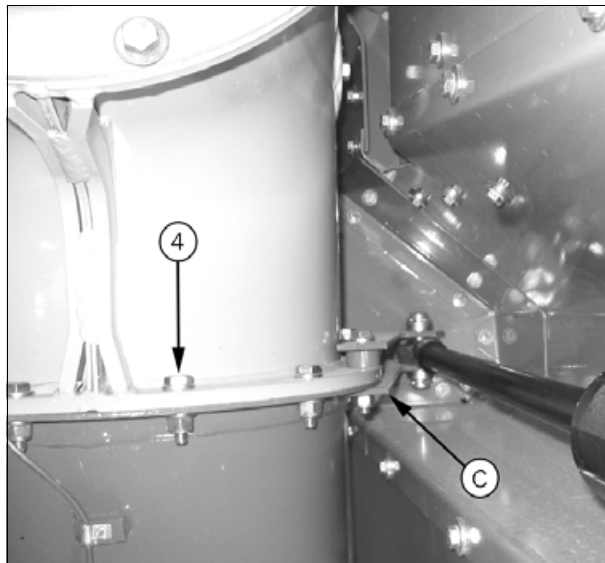

Рис. 1.
1. Снимите боковую панель (А) рис. 1 машины.
2. Снимите кожух (В) рис. 1.